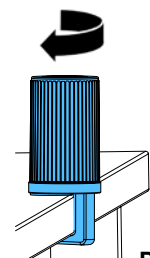

Рис. 4
- ⇒ Установите цоколь с помощью универсального зажима на задней или боковой поверхности рабочего стола (Рис. 4).